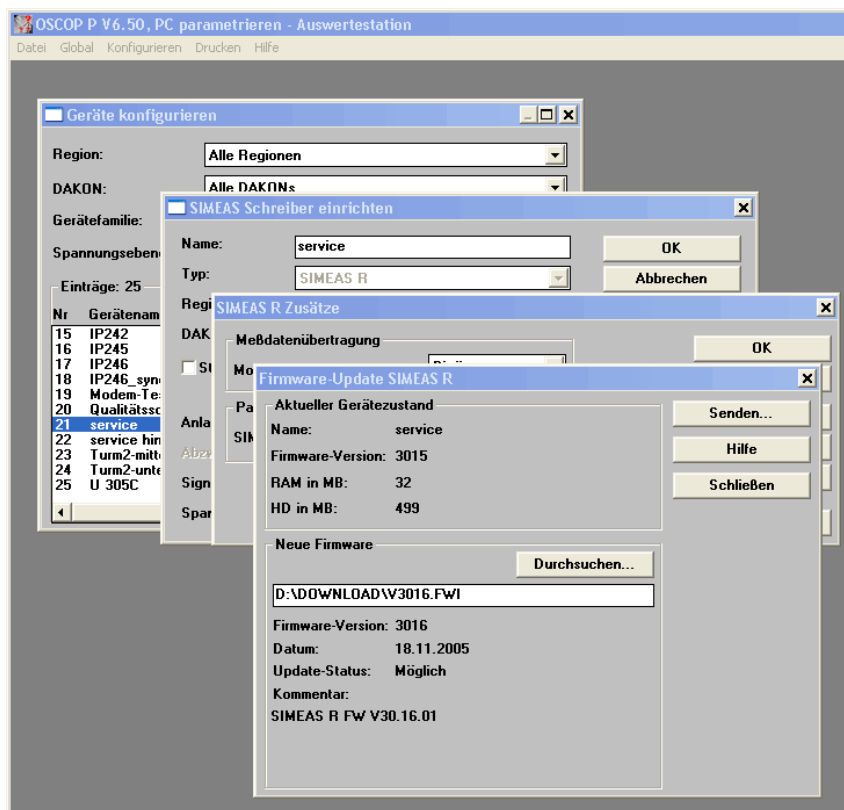

Abbildung 3: Firmware-Upgrade über OSCOP P mit Version 6.50.19
- Wählen Sie unter dem Menüpunkt **Konfigurieren** den Unterpunkt **Geräte**. Es erscheint ein Dialogfenster mit der Bezeichnung **Geräte konfigurieren** (vgl. Abbildung 3).
- OSCO P verbindet sich automatisch mit dem Gerät und ermittelt die installierte Firmware-Version und den Speicherausbau. Gehen Sie in den Fensterbereich **Neue Firmware** und wählen Sie durch Betätigen des Funktionsknopfes **Durchsuchen...** die Datei V3016.FWI. (in Abbildung 3 D:\DOWNLOAD\V3016.FWI).